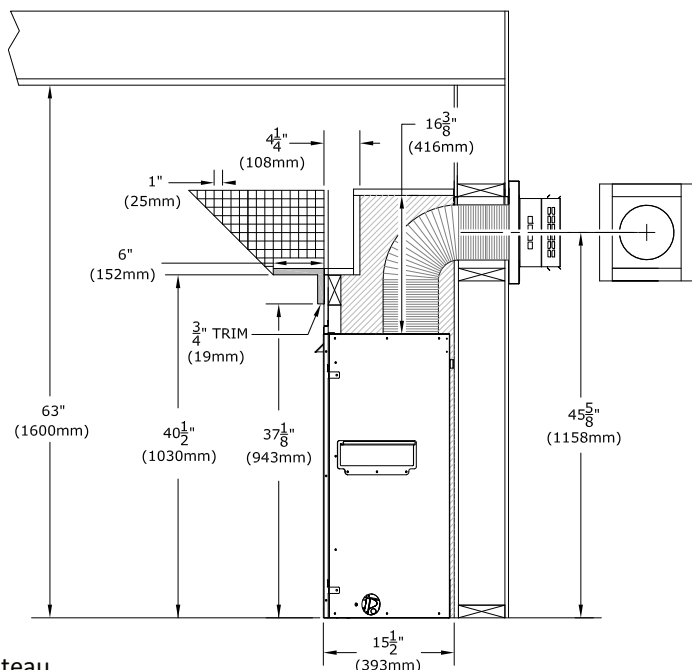

Figure 4.1 - Projections du manteau
- Profondeur du manteau combustible : Comme la FIGURE 4.1 l'indique, la bordure de finition de 3/4 po (19 mm) du manteau peut commencer à 37-1/8 po (943 mm) au-dessus du plancher de l'enceinte du foyer avec une manteau de 6 po (152 mm) commençant à 40-1/2 po (1030 mm) au-dessus du plancher de l'enceinte du foyer. La profondeur du manteau peut augmenter de 1 po (25 mm) pour chaque 1 po (25 mm) de hauteur additionnelle, à partir d'un manteau de 6 po (152 mm).